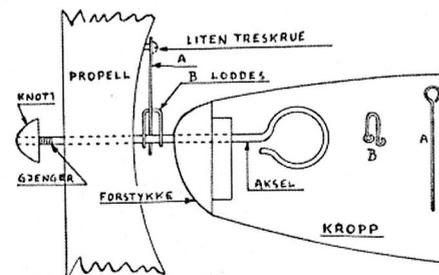

Fig. 4.
**Frihjulet.** Meningen med frihjulsakselen er at når strikken ikke trekker propellene lenger og modellen da går over i glidning, skal propellen kunne rotere fritt på akselen og dermed gjøre mindre motstand. Frihjulakselen (se fig. 4) består av propellaksel, en bøyle (B), en pianostråd (A), en liten treskrue og en knott. Akselen bør være gjenget, slik at en kan skru på en knott foran — dette for at propellen ikke skal gli av når den går fri. A og B lages av 1 mm tykk pianostråd. B loddes på akselen. A er festet til propellen med en liten treskrue. Den må gli lett på